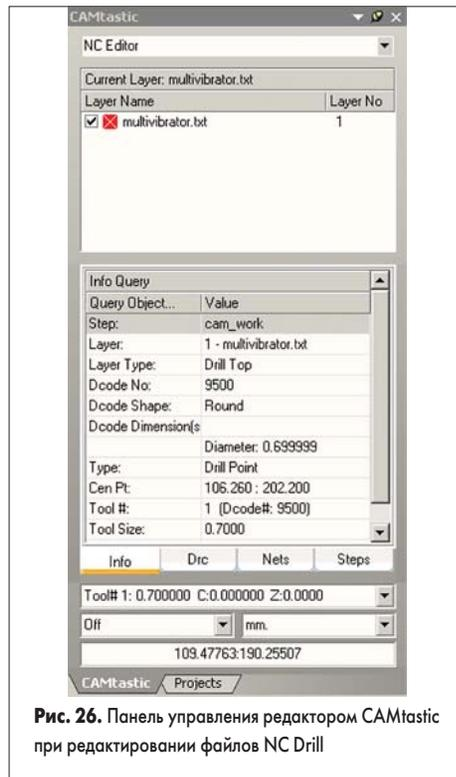

Рис. 26. Панель управления редактором CAMtastic при редактировании файлов NC Drill
6. Нажатием кнопки ОК запустим процедуру импорта. На рабочем столе системы Protel DXF откроется редактор CAMtastic в режиме редактирования NC Drill файлов, о чем свидетельствует вид его панели управления (рис. 26).